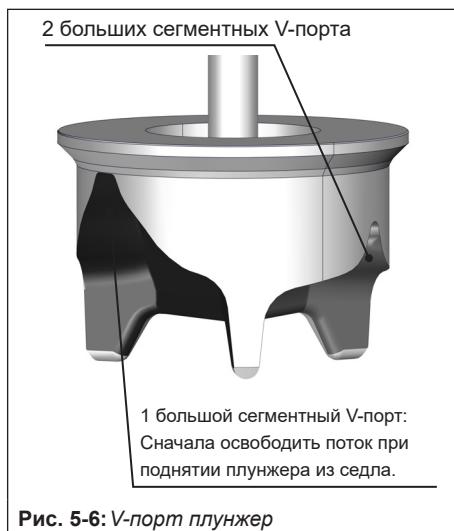

Рис. 5-6: V-порт плунжер
*Для достижения наилучших условий потока внутри клапана V-порт плунжер следует всегда устанавливать так, чтобы порт, который выпускает поток при открытии клапана первым, был обращён к выходному отверстию клапана. Это самый большой сегментный V-порт из трёх (см. Рис. 5-6).*